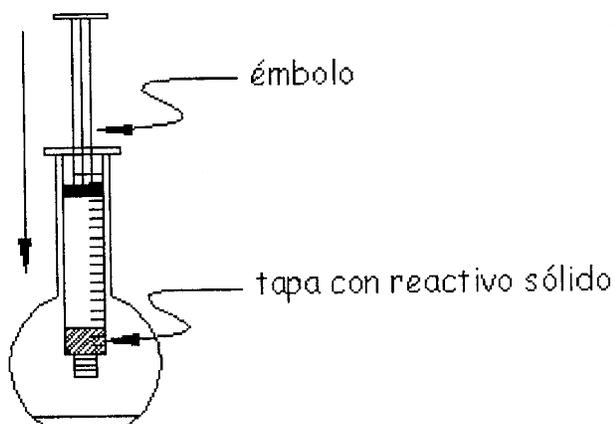

Figura 6
7. Apoyando el cuerpo de la jeringa en la boca del matraz (o botella) introduzca el émbolo hasta que tope con la tapa que contiene el reactivo sólido. (Figura 6).